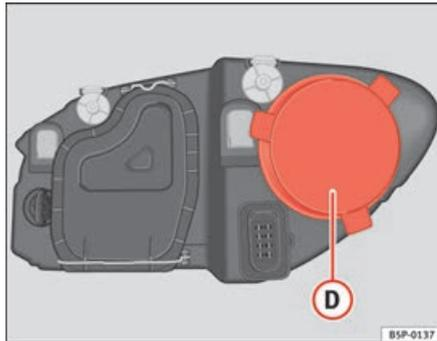

Fig. 192 Feux de position
- Retirez le cache ⇒ fig. 192 **D** en tirant dessus.